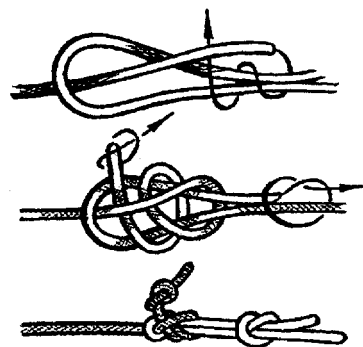

Рис. 48.
*Брам шкотовый узел* применяется для связывания веревок разного диаметра (или одного). Так же, как и шкотовый узел, свое название получил от наименования парусной снасти – брам шкот. Брам шкотовый узел надежнее шкотового, потому что не сразу развязывается, когда прекращается тяга на веревку. От шкотового узла отличается тем, что петлю обносят ходовым концом не один, а 2 раза и под коренной конец пропускают также дважды (рис. 48).